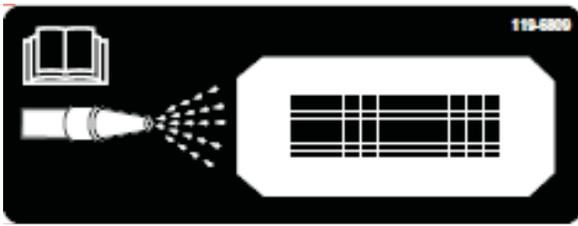
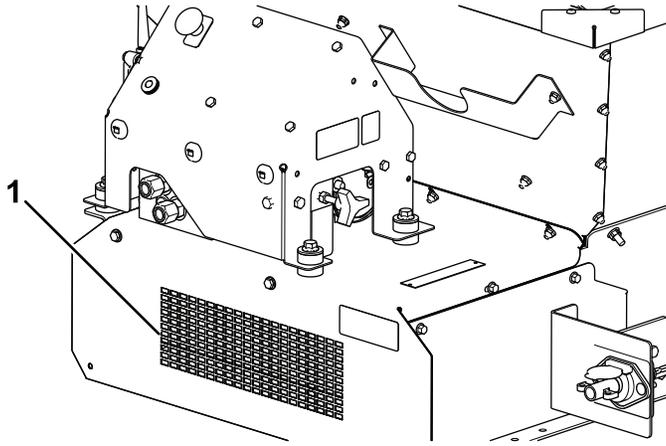

图57
图58
10. 找到机器前面的清洗口标贴 图57 使用浇水软管喷淋前后保护网直到底盘上的物料被完全清除 图58。